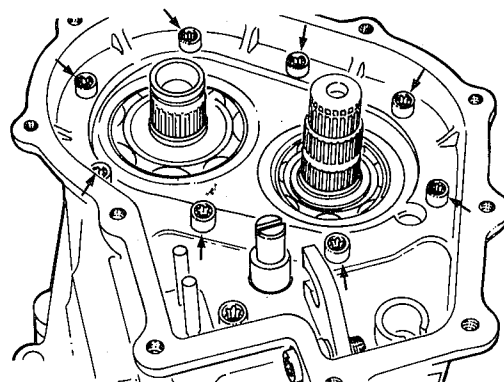

fig. 54
9. Retirar os parafusos de fixação da carcaça das engrenagens da 5a. marcha, e remover a carcaça (fig. 54) — caixa de mudanças de 5 marchas